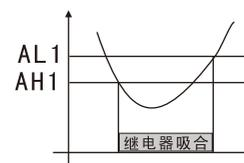

图2
- 设定AH1 < AL1，当测量值 ≤ AH1时，继电器吸合；当测量值 ≥ AL1时继电器释放；继电器动作情况见图2，常用于下限报警。